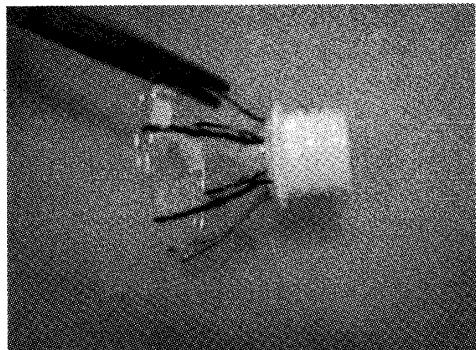

図 11. はさみで切る
- (15) 図 11 に示すように、マジックの線に沿ってはさみを入れてペットボトルに切り込みを入れる。